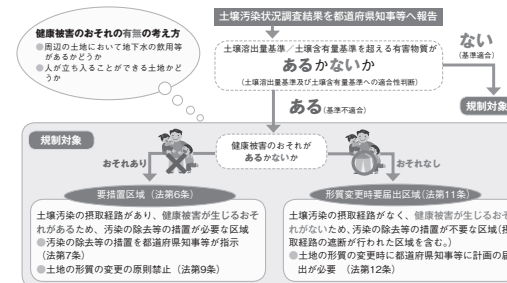

図2 「要措置区域」「形質変更時要届出区域」に指定されるまで2)
- ①特定有害物質を取り扱ったことのある工場・事業場の使用を廃止したときは、土壤汚染状況調査が必要である（3条）。
- ②3,000㎡以上の土地の形質変更時には、自治体環境部局へ所定の様式で届出が必要である（4条）。届出は、掘削工事着手の1カ月以上前に行なう必要がある。
- ③調査の結果、基準超過が認められた場合、区域指定（図2）される。
- ④土壤汚染対策法で対象となる「土壤」とは自然状態で2mm目のふるいを通す